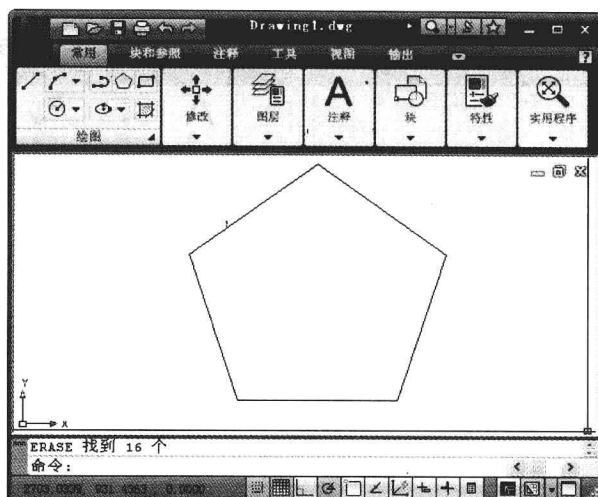

图 1.7 绘制外层正五边形效果
- ① 单击【绘图】工具栏上的【正多边形】按钮 ;
- ② 在弹出的“输入边的数目”文本框中输入“5”;
- ③ 按空格键;
- ④ 在绘图区任意一点按鼠标左键, 确定圆心位置;
- ⑤ 在弹出的“输入选项”中选择“内接于圆(I)”;
- ⑥ 在弹出的“指定圆的半径”文本框中输入“100”;
- ⑦ 按空格键, 得到如图 1.7 所示的正五边形。